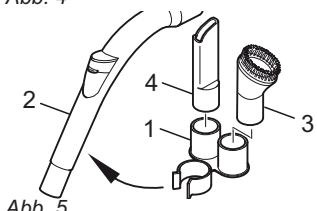

Abb. 5
- Stecken Sie die Zubehörhalterung (Abb. 5/1) auf den Handgriff (Abb. 5/2). Schieben Sie dann Möbelbürste (Abb. 5/3) und Fugendüse (Abb. 5/4) auf die Aufnahmeverrichtungen.
- Als **Zubehör** sind die Fugendüse und die Polsterdüse im Lieferumfang enthalten. Sie können bei Nichtgebrauch an der Zubehörhalterung befestigt werden (Abb. 5).